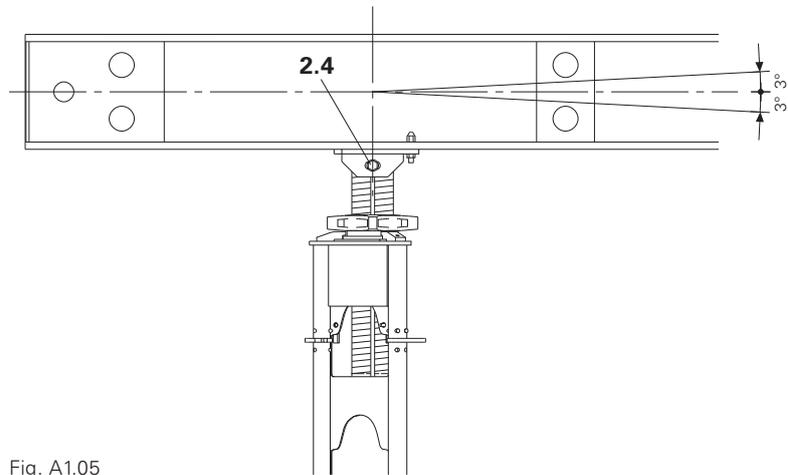

Fig. A1.05
- Les poutres sablières inclinées peuvent directement prendre appui. (Fig. A1.05)